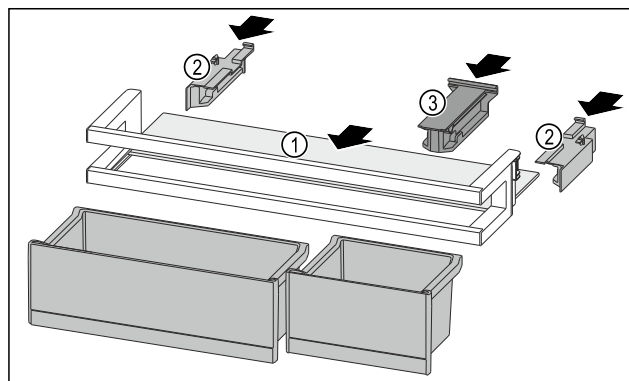

Fig. 95
- ▶ Skyv oppstillingsplassen Fig. 95 (1) inn i fordypningene på sidene.
- ▶ Sett inn sidedelene Fig. 95 (2).
- ▶ Sett inn holdedelen Fig. 95 (3).